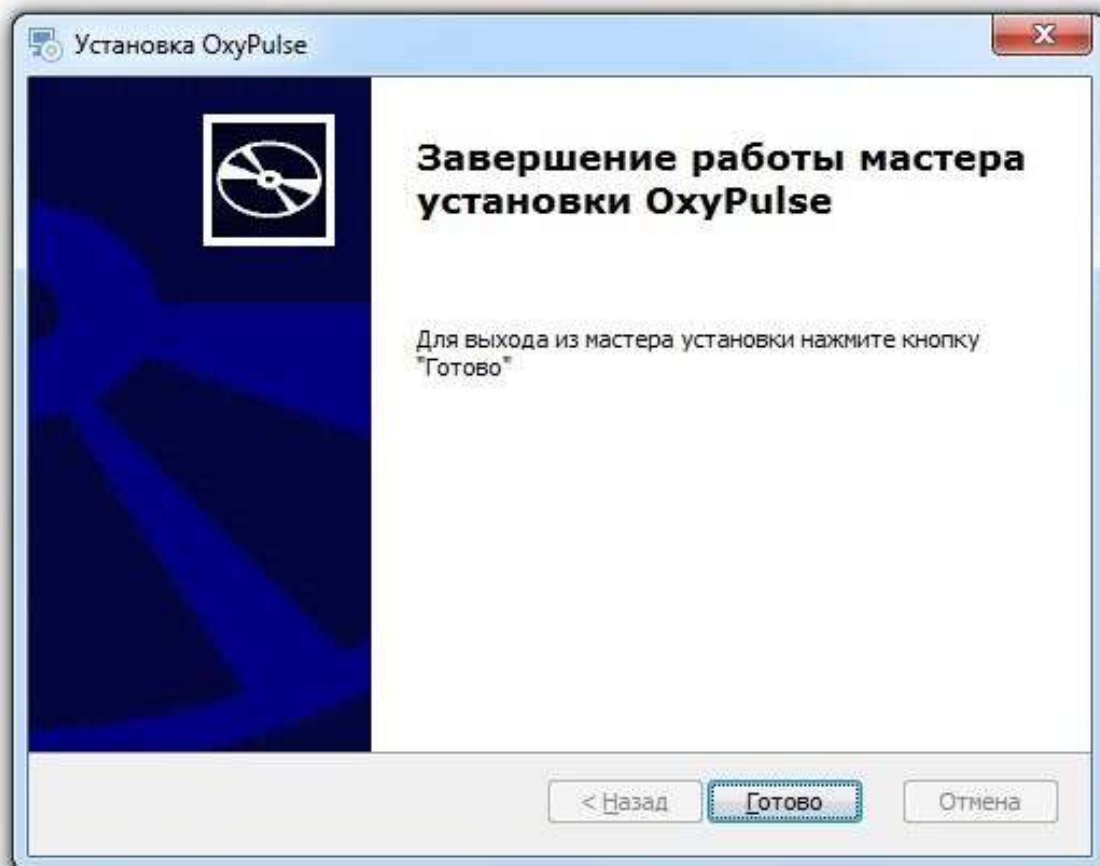

Рисунок 3.7 – Программа установки. Сообщение об успешной установке
3.4.1.10 После этого начнется процесс установки и в случае его успешного окончания появится окно с соответствующим сообщением (рисунок 3.7).